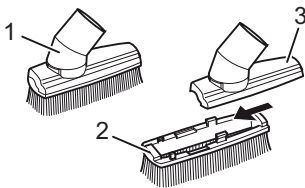

Abb. 6
- **Möbelbürste (Abb. 6/1):** Benutzen Sie diese, um Staub von Gegenständen zu saugen, die empfindliche Oberflächen haben (z. B. Schränke, Tische).
- **Polsterdüse (Abb. 6/3):** Durch einfaches Abschieben des Bürstenaufsatzes (Abb. 6/2) können Sie aus der 2in1-Kombidüse eine Polsterdüse (Abb. 6/3) machen. Verwenden Sie diese zum Reinigen von weichen, kratzfesten Oberflächen (z. B. Polstermöbel).